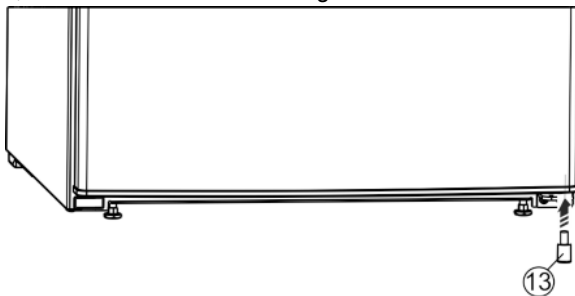

Fig. 10
- ▶ Das Distanzteil Fig. 10 (13) wieder rechts unten in die Tür einsetzen, weil es wichtig für die Standfestigkeit des Geräts ist.